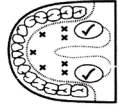

Figure 2
- a) **Par voie orale** : Placer le thermomètre sous la langue tel qu'indiqué par la position "✓" sur la Figure 2. Fermer la bouche et respirer calmement par le nez pour empêcher que l'air inspiré/expiré n'affecte la prise de température. Température normale entre 35.7°C et 37.3°C (96.3°F et 99.1°F).